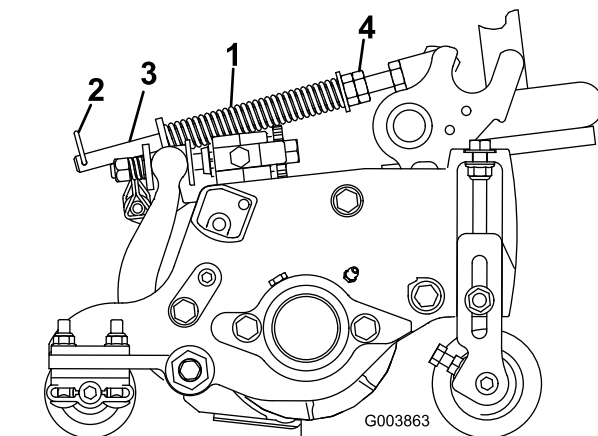

図 21
ターフ補正スプリング(図 21)は、カuttingユニットの前から後ろへの「体重移動」を行う働きがあります。これにより、マーセリングやボビングと呼ばれる「波打ったような」仕上がりを防いでいます。
1. スプリングロッドの後穴にヘアピンコッターを忘れずに取り付けてください(図 21)。
2. スプリングロッド前部の六角ナットを締めて、スプリング圧縮状態の長さが159 mm になるようにする(図 21)を参照。